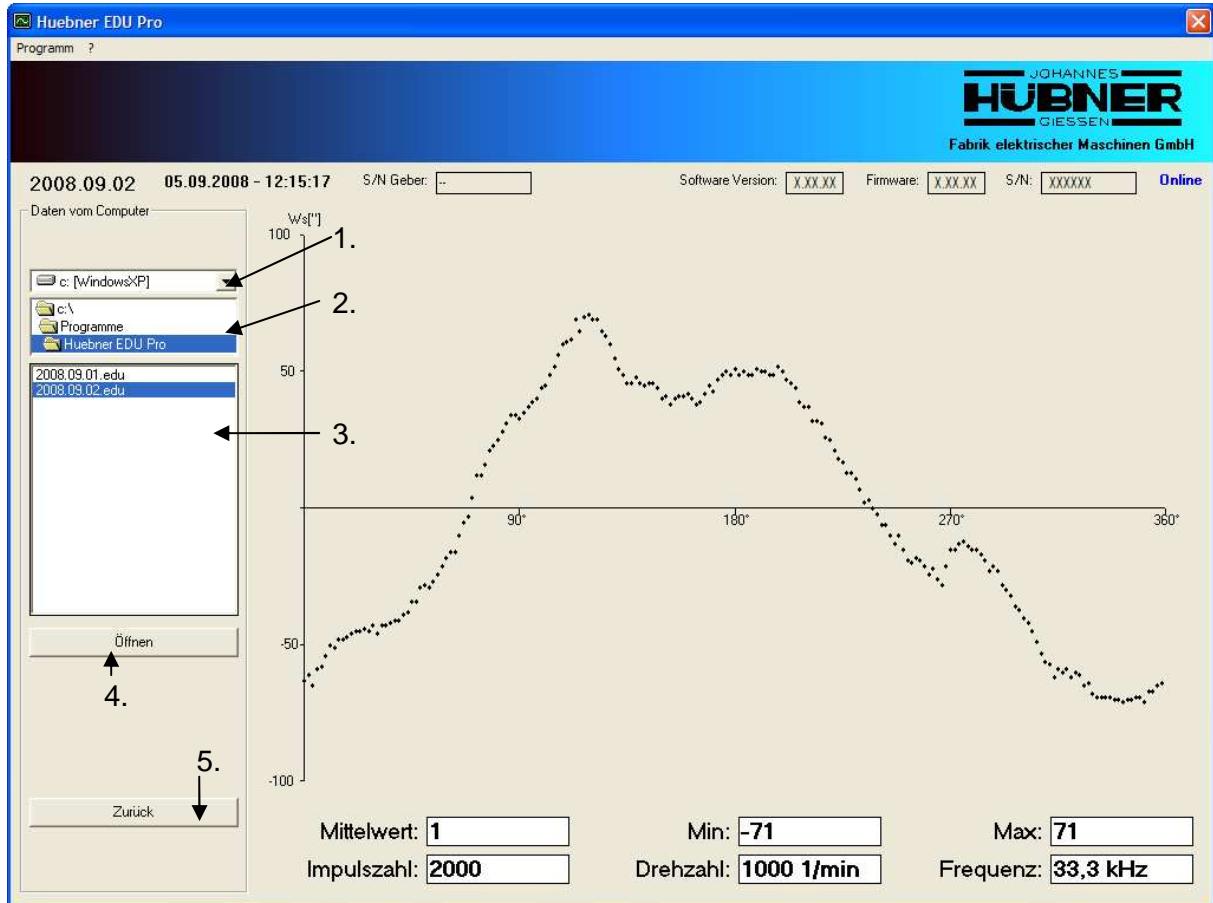

Abb. 18: Daten vom Computer
6. – Knopf „Daten vom Computer“. Weiter Abb. 18.